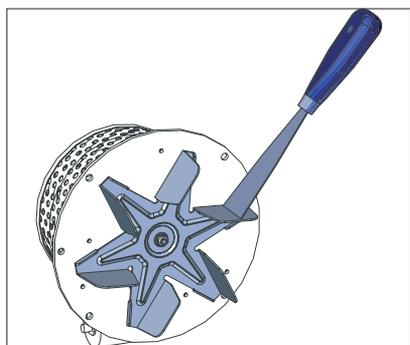

Fig. 32 Nettoyer la roue du ventilateur
- ▶ Retirer l'unité du ventilateur et nettoyer la roue de ventilateur – Fig. 32.